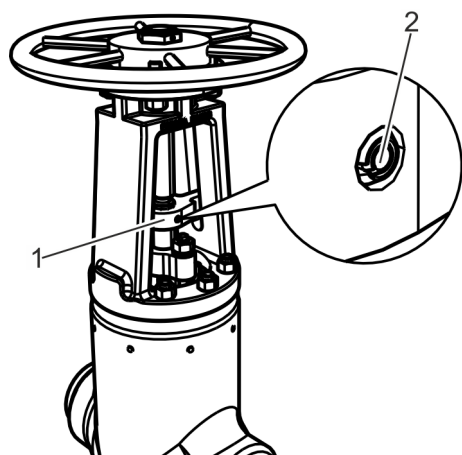

Fig. 26: Fijar el mecanismo anti-giro
15. ► Si hay un mecanismo anti-giro, monte el mecanismo anti-giro (Fig. 26/2).